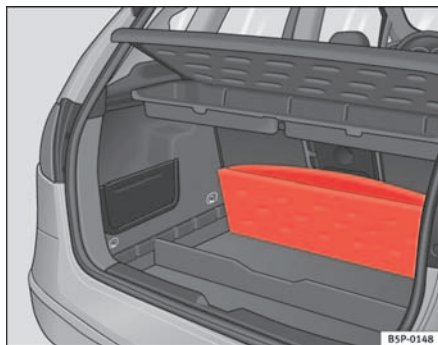

Abb. 104 Klappe am
- Den Gepäckraumboden anheben und vollständig nach hinten klappen ⇒ Abb. 104.